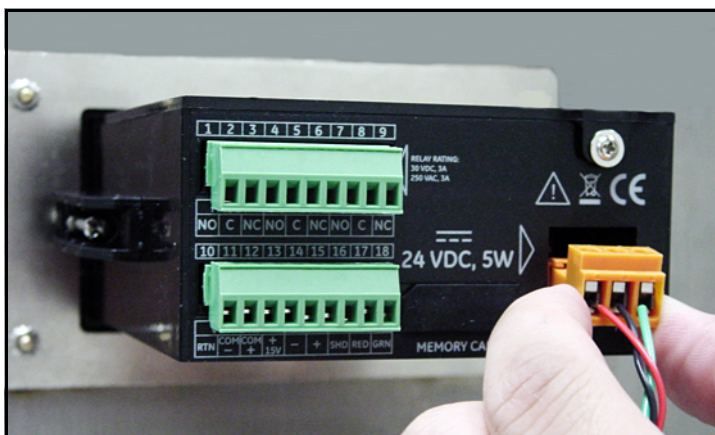

Figure 34: De DC-voedingsaansluiting opnieuw invoeren
4. Stop de voedingsaansluiting opnieuw in het achterpaneel van de **dew.IQ** zoals weergegeven op *Figure 34* hieronder.